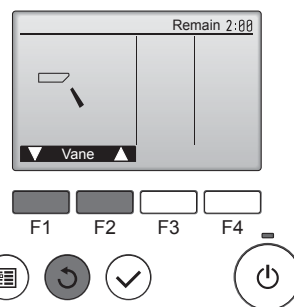

Fig. 6-6
- Kontrollér autovingen med [F1] [F2]-knapperne. (Fig. 6-6)